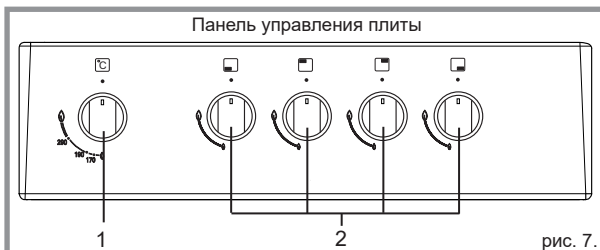

рис. 7.
■ На рисунке панели управления (рис.7) присутствуют элементы комфортности, которые могут присутствовать на панелях различных моделей плит. Ваш прибор может отличаться от описанного в тексте данного руководства. Уточняйте перед приобретением комплектацию у продавца